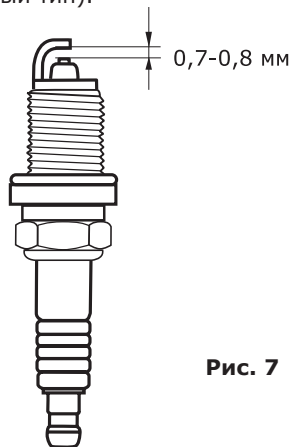

Рис. 7
- Проверьте величину зазора между заземляющим и центральными электродами, используя специальный щуп. При необходимости установите зазор **0,7–0,8 мм** (рис. 7).